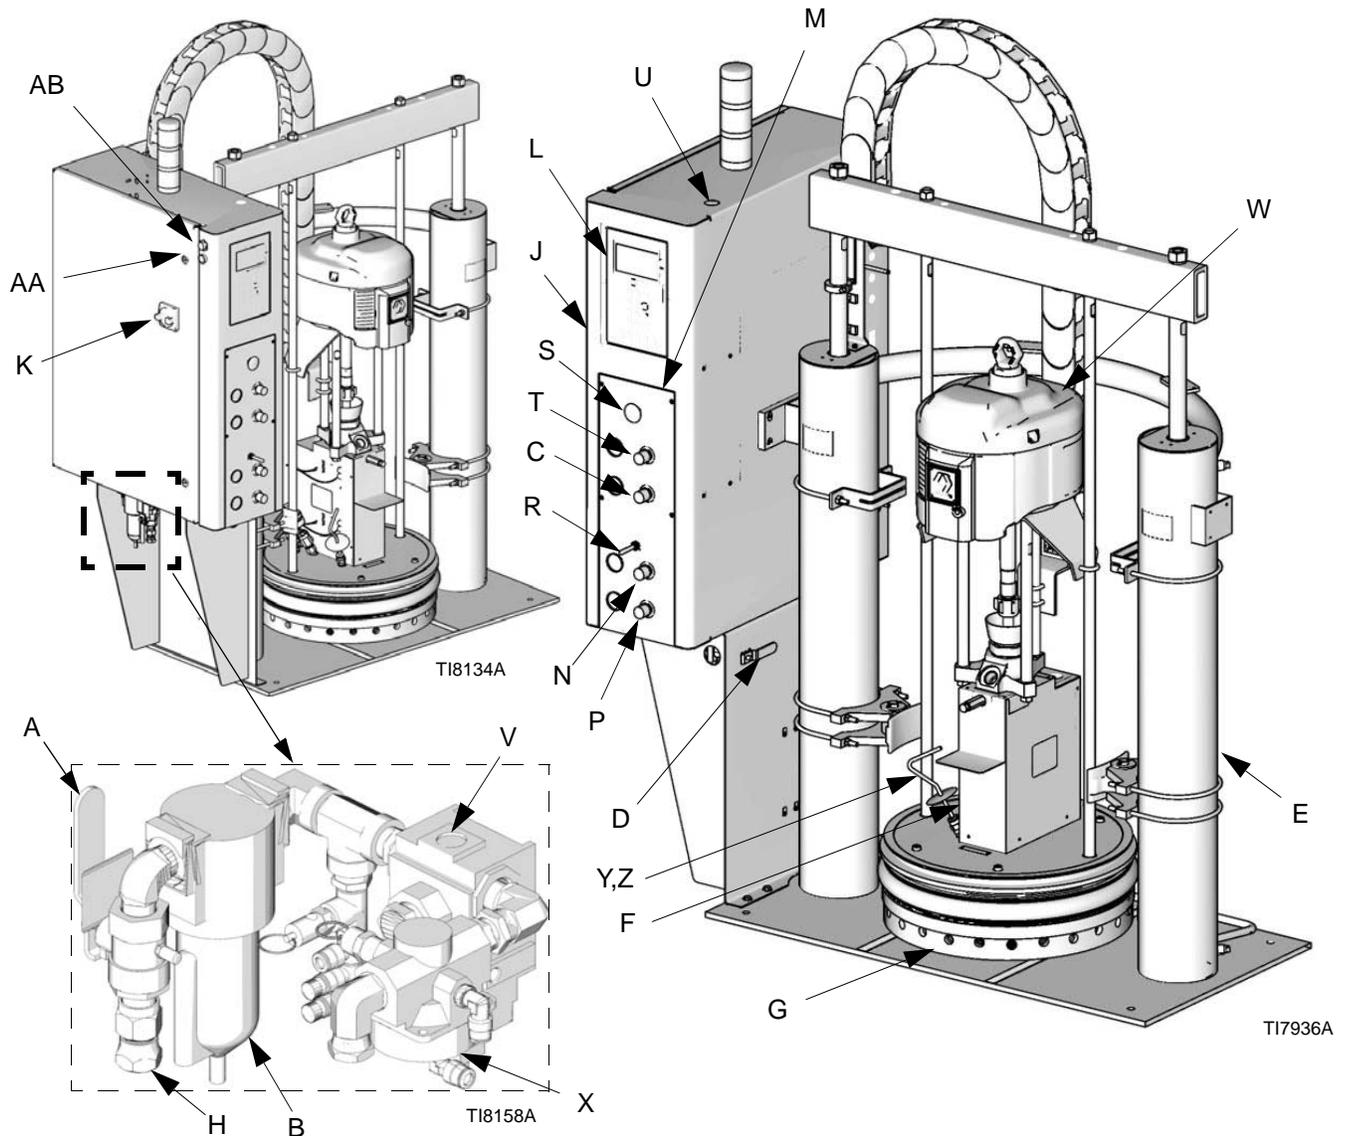

ABB. 1: Komponentenbezeichnung
Vor Installation des Systems sollten Sie sich mit allen Systemkomponenten vertraut machen. Siehe ABB. 1 für Therm-O-Flow-Systemkomponenten.
Die folgenden Komponenten liegen dem Gerät bei. Siehe ABB. 1.
Die Bedienungstafel für Druckluftregelung umfasst Folgendes. Siehe ABB. 1.
Nähere Informationen finden Sie in ABB. 1 auf Seite 9. Die folgenden Komponenten sind im Modul enthalten:
- Der System-Hauptlufthahn (D) (mit Entlastungsbohrung) dient dazu, die Luftzufuhr zum gesamten Zuführgerät abzustellen.
- Der Luftmotor-Hauptlufthahn (mit Entlastungsbohrung) (D) hat den Zweck, die zwischen dem Hahn und dem Luftmotor eingeschlossene Luft abzulassen, wenn das Ventil erregt ist (**siehe Warnhinweis oben**). Dieser Lufthahn sollte leicht zugänglich sein und sich stromabwärts vom Luftregler befinden.
- Der Druckluftregler (C) des Luftmotors regelt den Pumpenauslassdruck durch Veränderung des Luftdrucks zum Luftmotor. Er befindet sich an der Bedienungsstafel für die Druckluftregelung.
- Der Magnetschalter zur Luftmotoraktivierung (siehe ABB. 1 auf Seite 9, Buchstabe (X)) verzögert den Start, damit sich das Material gründlich erwärmen kann.